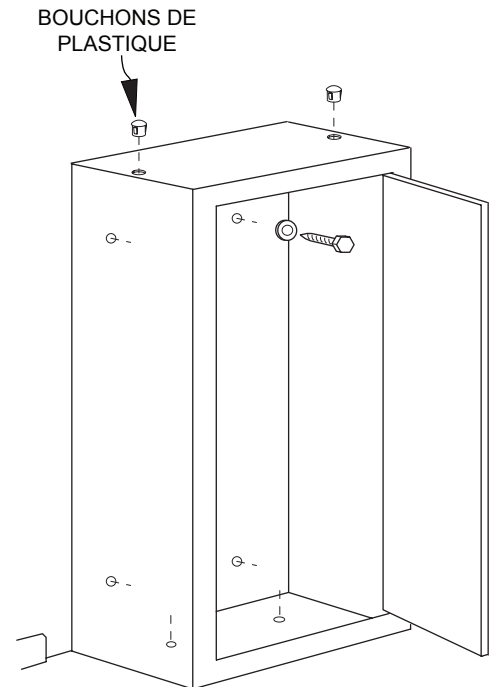

Figure 9
L'armoire doit coller au mur et au plancher. (Voir la figure 9.) Au besoin, enlevez la plinthe.
Insérez les bouchons de plastique dans les trous de fixation sur le dessus de l'armoire si vous ne posez pas l'armoire à munitions et pistolets qui va sur le dessus de l'armoire de sécurité. (Voir la figure 9.)
Percez (4) avant-trous d'environ 5 mm dans les poteaux muraux et fixez l'armoire au mur à l'aide de (4) tire-fond et de (4) rondelles. (Voir la figure 9.)
Percez deux avant-trous et fixez le fond de l'armoire au plancher à l'aide de (2) tire-fond et de (2) rondelles. (Voir la figure 9.)